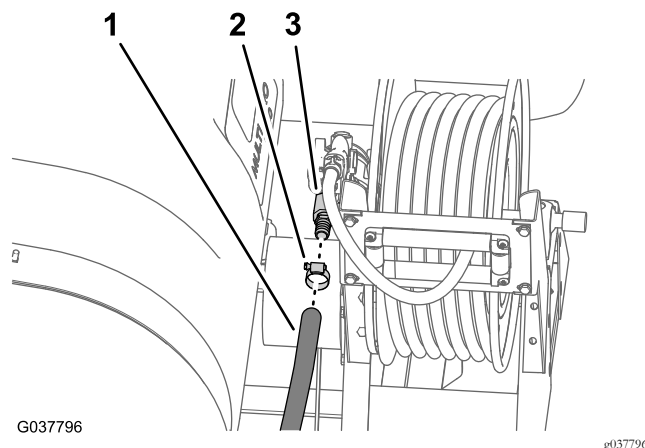

Figura 40
1. Retire a braçadeira de tubos que prende o tubo de fornecimento ao entalhe do tubo reto do cilindro de tubagem (Figura 40).
2. Retire o tubo do entalhe do tubo (Figura 40).